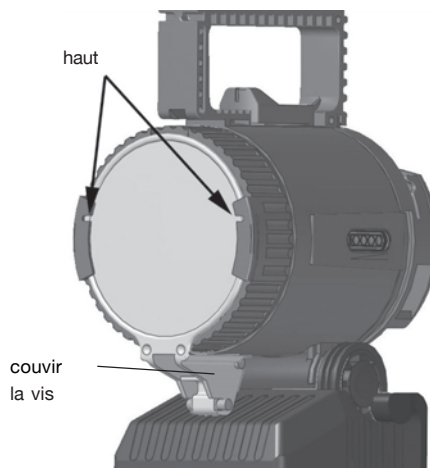

Fig 3 Luminaire clignotant
6. La batterie sera rechargée. L'indication de l'état de charge (LED's) (fig. 3) signale un processus de charge normal.